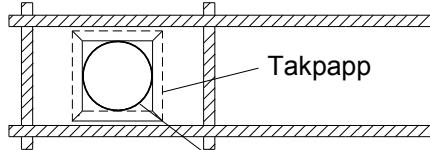

Fig. 2 TUB/TUS underbeslag
- TUB/TUS placeras (krage uppåt) under takpapp i överkant och på sidorna samt ovanpå takpapp i nederkant, fig 2 och 3.